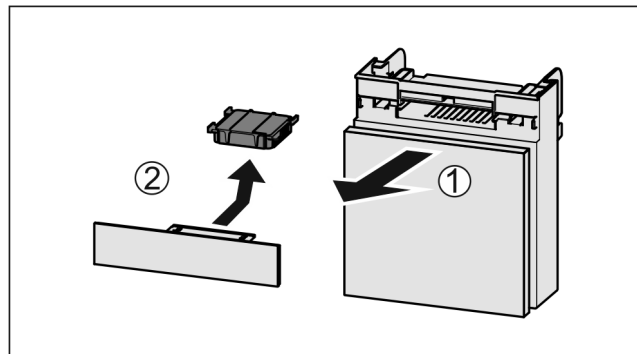

Fig. 115
- Fach nach vorne herausziehen Fig. 115 (1).
- Aktivkohlefilter entnehmen Fig. 115 (2).